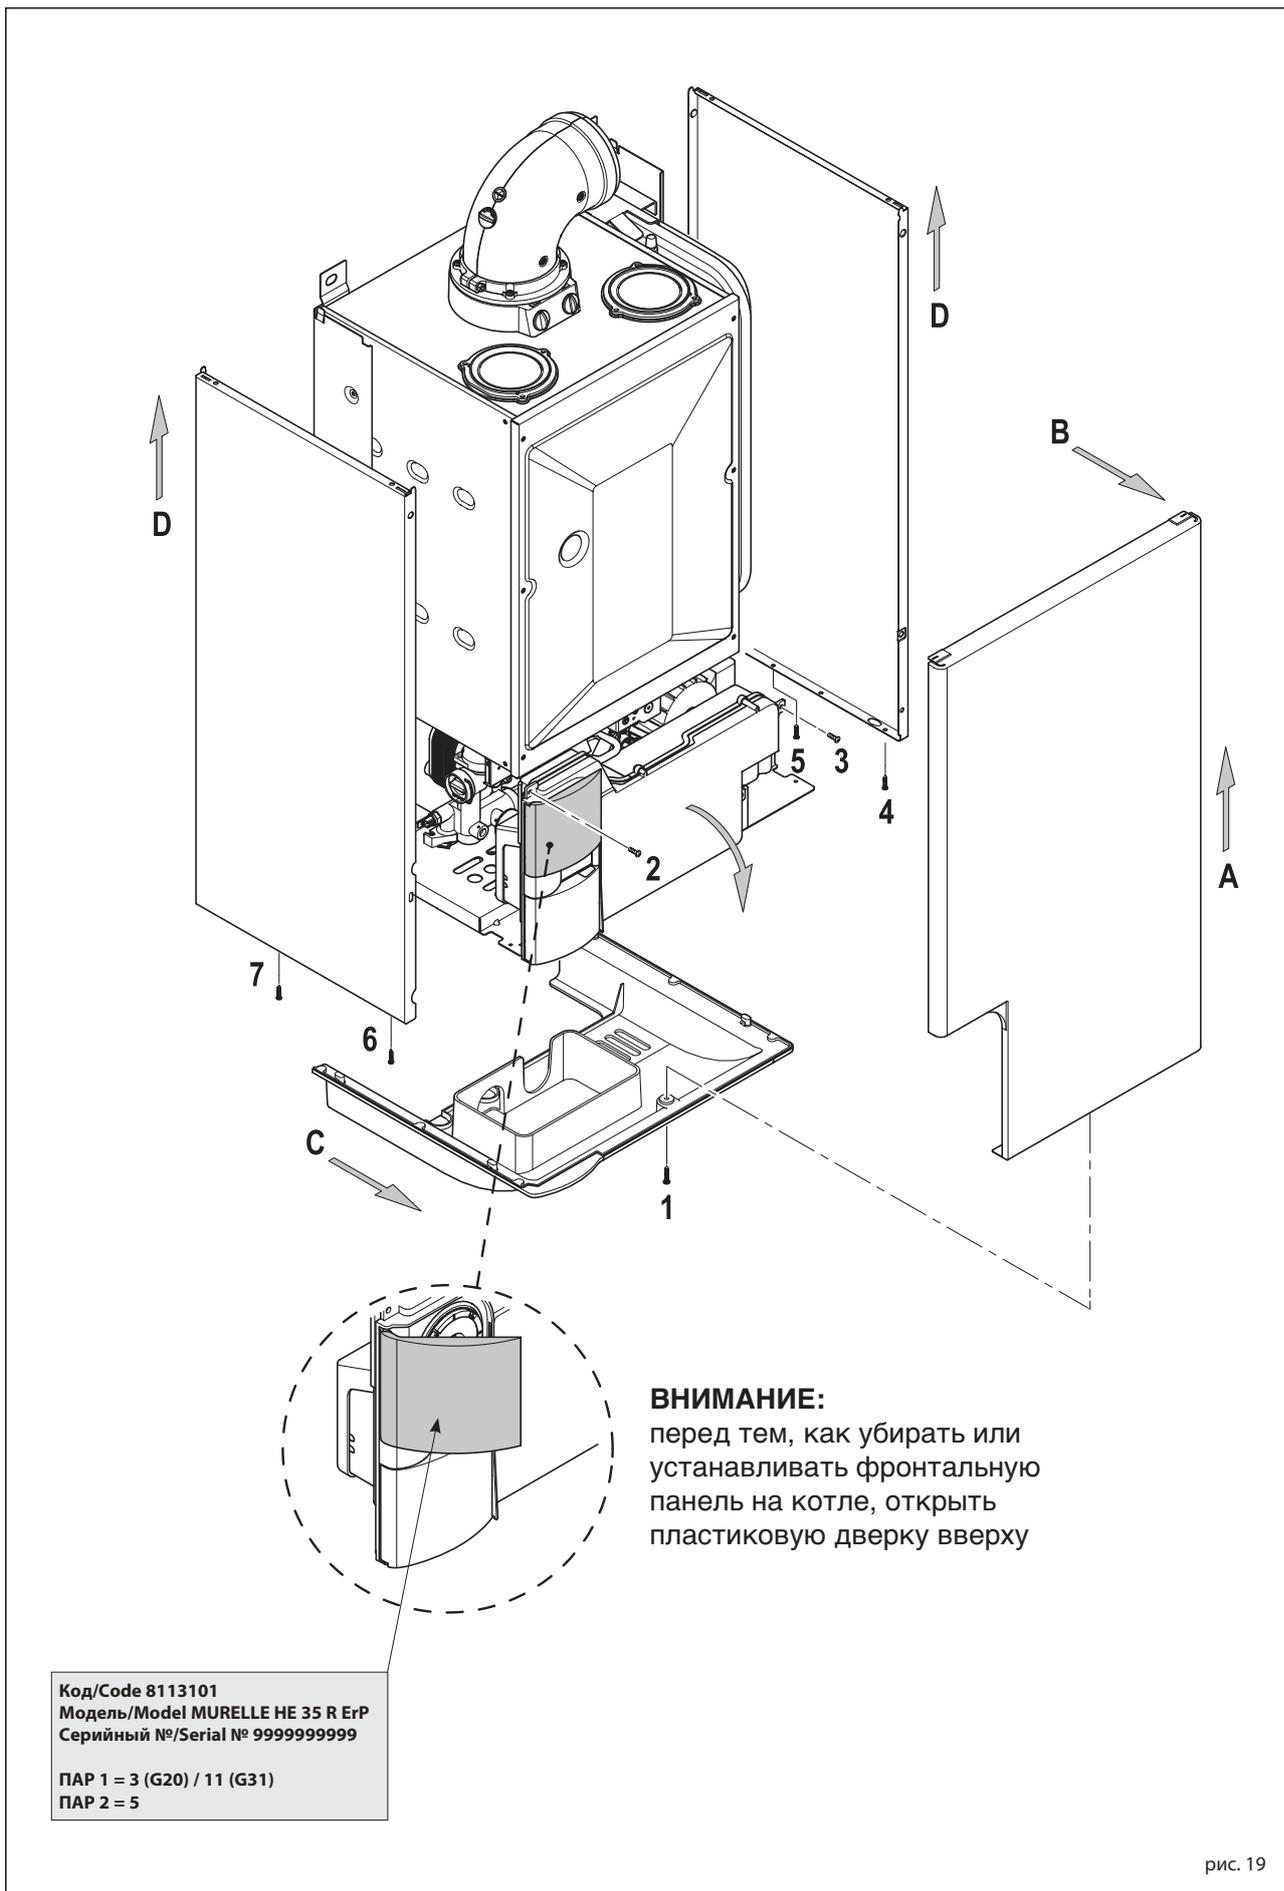

рис. 19
4.4 ДЕМОНТАЖ ТАГКОЖУХА (рис. 19)
Для более удобного техобслуживания котла, кожух может быть полностью демонтирован, как показано на рис. 19.